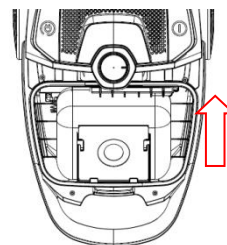

Fig 12
- Estrarre il supporto del sacchetto, quindi rimuovere il sacchetto pieno di polvere. (Fig 12)